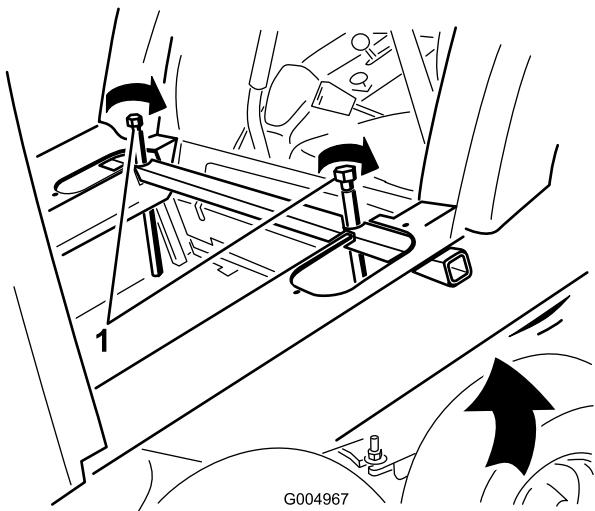

Figure 18
**Remarque:** Si l'arrière de la cabine n'est pas assez haut pour passer au-dessus des poignées de commande, serrez uniformément les boulons de levage de chaque côté du tube de levage de la cabine pour éléver l'arrière de la cabine (Figure 18).